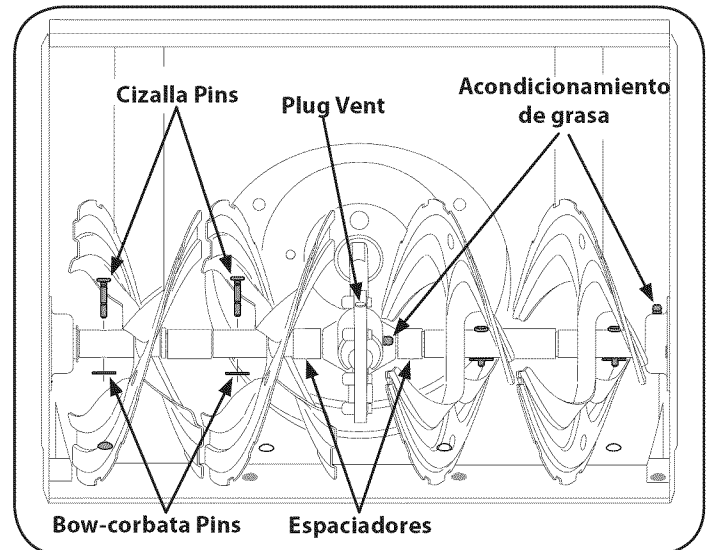

Figura 23
Accesorios de grasa también se puede encontrar en cada extremo del eje de la barrena. Lubricar con una pistola de grasa una vez por temporada. Vea la Figura 23.
- De ambos lados del bastidor de montaje, de utilización de 1 / 2 " para quitar la llave hexagonal de toque tres tornillos que fijan el marco de la barrena del ensamblaje. Consulte la Figura 23, sobre la anterior en esta sección.